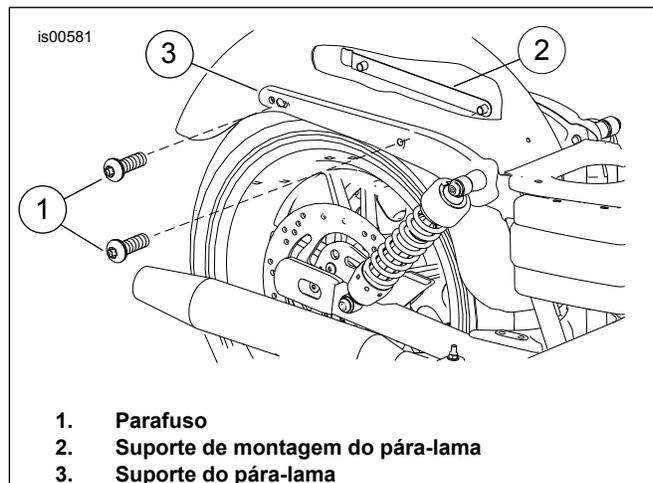

Figura 3. Modelos sem acessórios removíveis
1. **Para todos os modelos:** Veja Figura 3. Trabalhe em um lado do veículo por vez. Remova e descarte os parafusos (1) originais da montagem do pára-lama e o suporte de montagem do pára-lama (2) original do suporte do pára-lama (3).